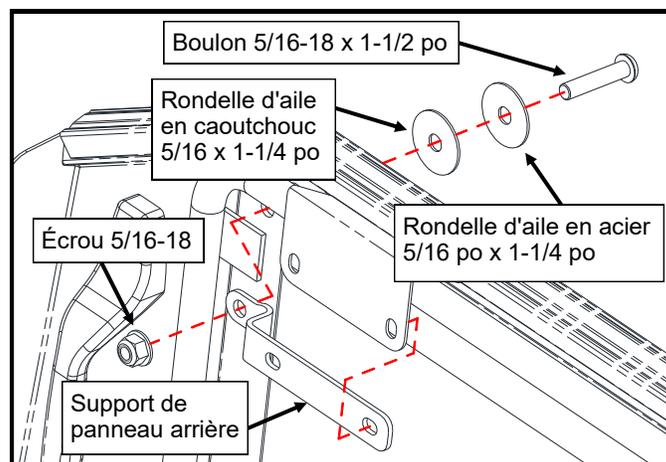

Figure 10.4 : Boulons entre panneau arrière et grillage
- 10.4 Pour les deux trous supérieurs, placez un support de panneau arrière à l'intérieur du cadre de l'écran et sous les languettes du panneau arrière (voir figure 10.4) et alignez des supports sur les trous percés. Installez des rondelles d'ailes en caoutchouc et en acier de 5/16 à 18 x 1-1/2 po, des rondelles d'ailes en caoutchouc et en acier de 5/16 po et des écrous 5/16-18 à travers les quatre trous percés dans le panneau arrière et le cadre de l'écran. Serrez bien ajusté.